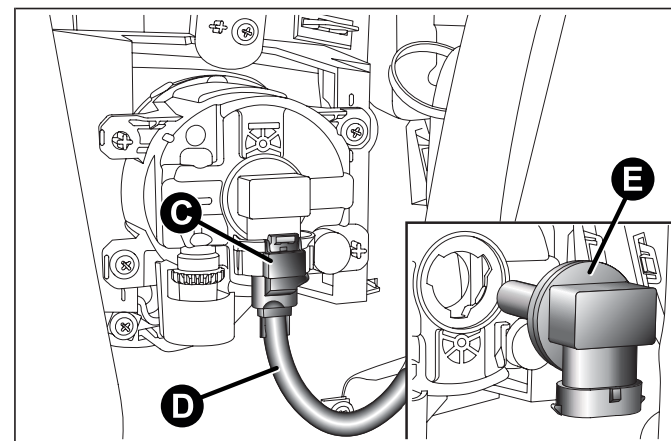

fig. 129
- agire sulla molletta C fig. 129 e scollegare il connettore elettrico D;